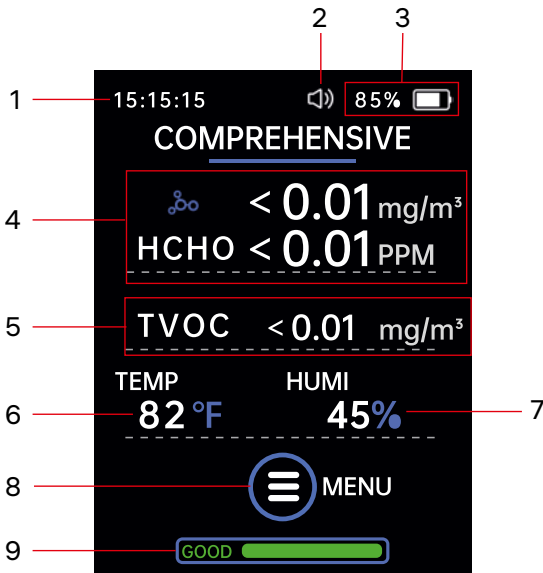

Рисунок 1
После включения питания на ЖК-экране (2) отображается время, громкость, состояние батареи, значения формальдегида (HCHO) и общего количества летучих органических соединений (TVOC), температура и влажность окружающей среды, а также индикатор качества воздуха (рис. 1). Нажмите кнопку «Меню» (6), чтобы войти в главное меню. Нажмите и удерживайте кнопку «Влево» (4) в течение 3 секунд для переключения между °C и °F. Нажимайте кнопки «Влево» (4) и «Вправо» (8) для перехода к функциям меню (рис. 2).